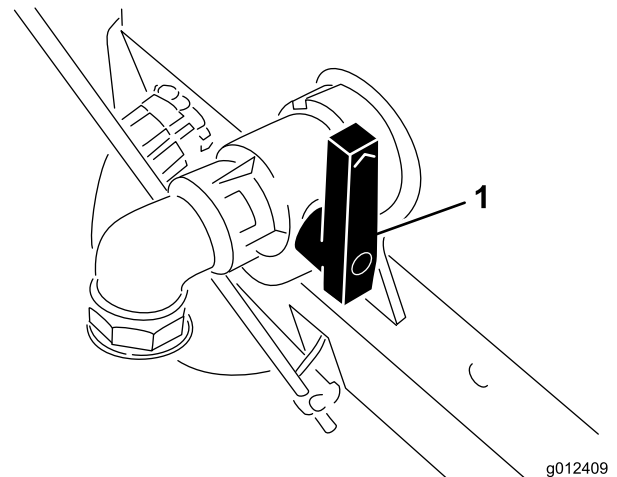

Figura 31
3. Abra la válvula de vaciado del depósito de pintura (Figura 31). Cuanto más se abra la válvula, más rápidamente se vaciará el depósito.